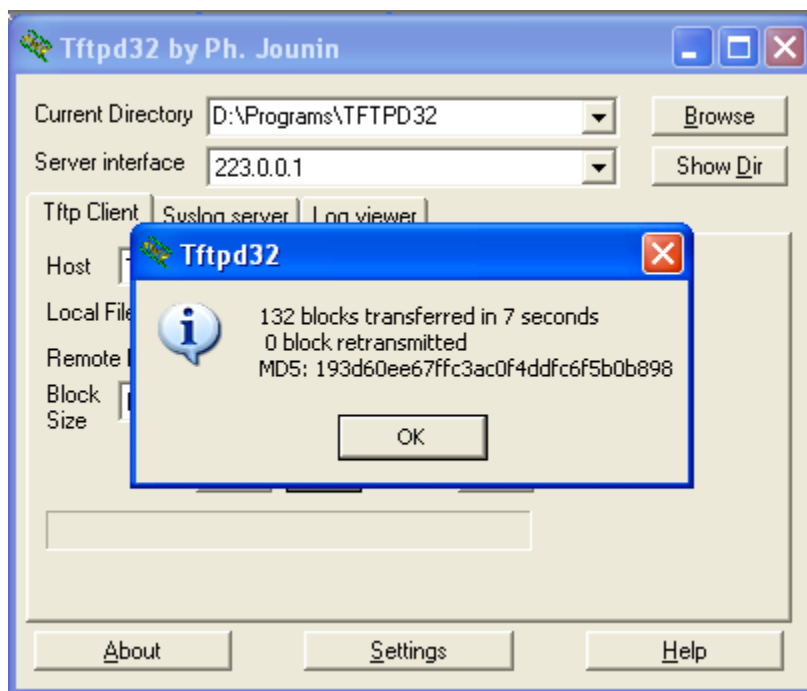

Figure 10 Утилита tftpd32, сообщение о завершении процесса обновления прошивки
- 3.1.6. После выбора файла прошивки, нажать кнопку «Put». Если все предыдущие действия были выполнены правильно, то после паузы в несколько секунд желтый светодиод приемника начнет мигать – это указывает на то, что происходит успешный процесс прошивки Flash памяти процессора. По окончании процесса пользователь увидит окно с сообщением о результатах процесса обновления (смотрите рисунок **Figure.10**)